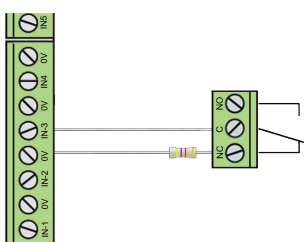

Fig. 6: Normalt stängd (NC)
- För normalt stängd (NC) larmgivare måste ändmotstånd placeras i serie med reläkontakten (Fig. 6).